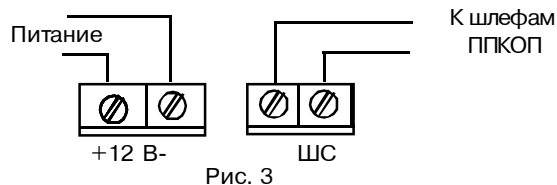

Рис. 3
- Выполните соединение согласно маркировке на печатной плате (рис.3).